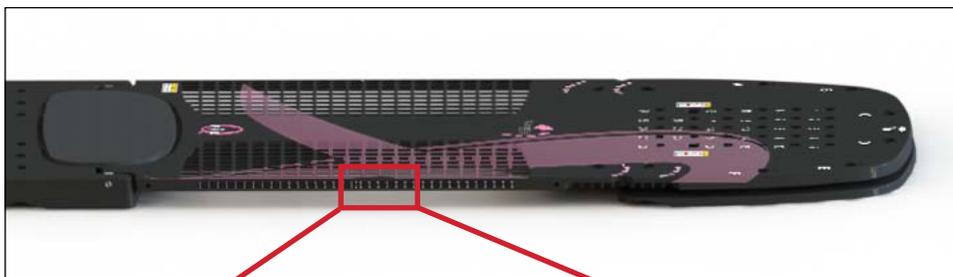

FIGURE 27
3. Aligner le repère d'alignement au milieu de l'échelle latérale et le repère sur la surface patient en plaçant le bord inférieur de l'étiquette juste au-dessus de bord inférieur de la surface patient. La valeur zéro doit être placée à l'extrémité de tête du dispositif. (Figures 27 et 28)